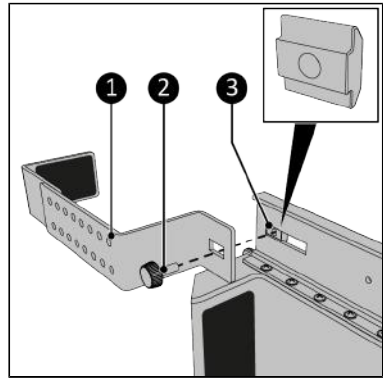

Abbildung 114.
- Schrauben Sie die Halterung (Abbildung 114, Pos. 3) mit der Knopfschraube (Abbildung 114, Pos. 2) an der Hauptschiene in der vorderen Position fest. Stellen Sie sicher, dass Sie die Knopfschraube mit der Gleitmutter verbinden (Abbildung 114, Pos. 1).